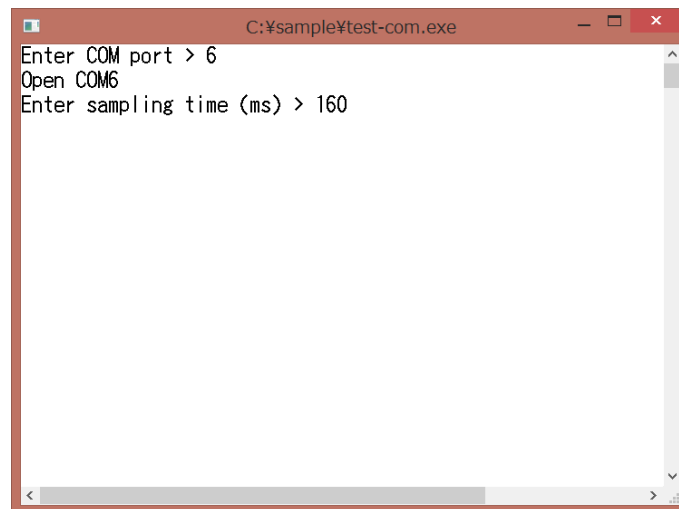

図 6.3 サンプリング周期入力
- (2) 正しくポートが開けた場合は図 6.3 のように Open COM#となります。